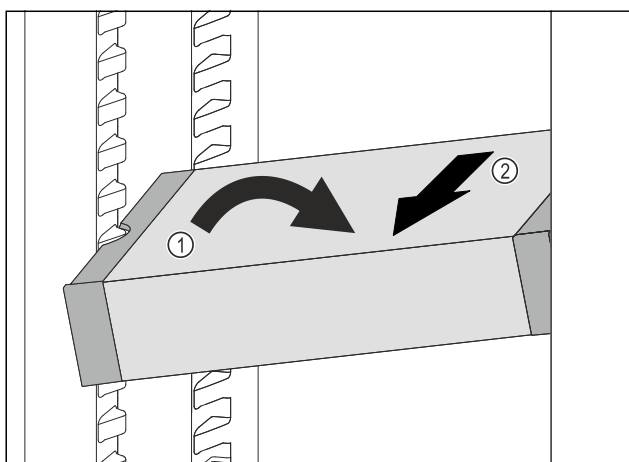

Fig. 85
- ▶ VarioSafe postavte v chladničce šikmo. Fig. 85 (1)
- ▶ VarioSafe odeberte směrem dopředu. Fig. 85 (2)